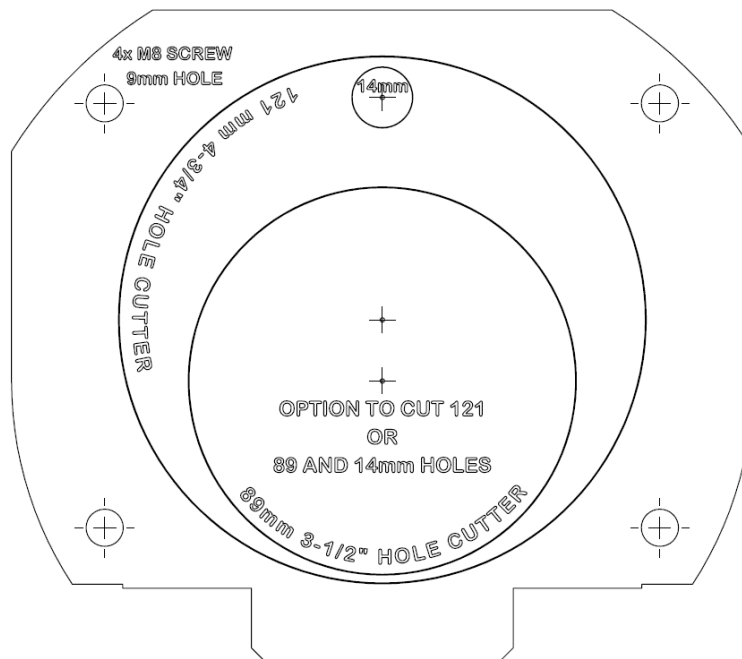

Abbildung 14: Kanalabblende & Bohrschablone
2. Markieren Sie mit einem Körner die sechs angegebenen Mittelpunkte (Abbildung 14). An jeder Ecke muss ein Loch für eine Schraube vorhanden sein. In der Mitte muss das Loch groß genug sein, um den Kanalstutzen aufzunehmen. Wenn eine Fernprüfung erforderlich ist, muss oben ein zusätzliches Loch angebracht werden, wie in Abbildung 14 dargestellt.